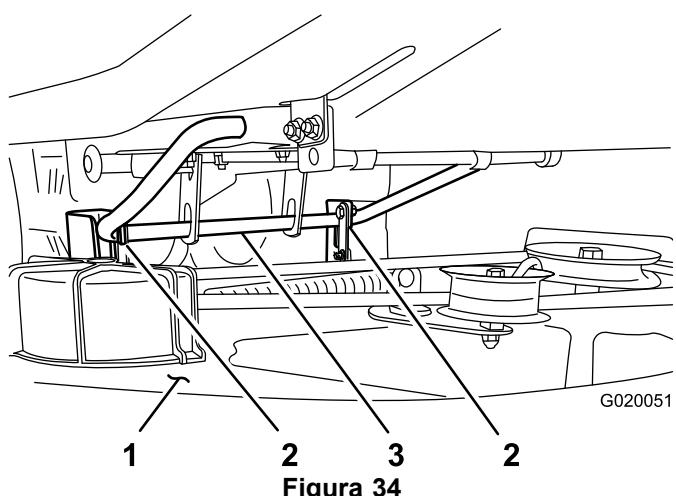
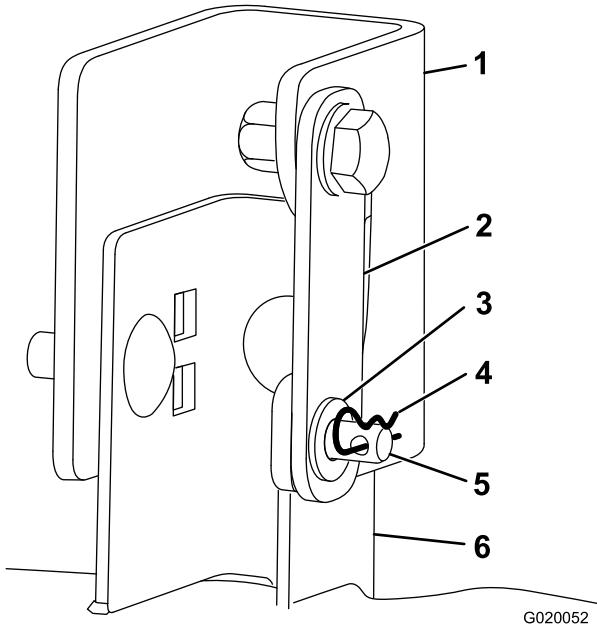

Figura 34
Figura 35
- Retire la chaveta y la arandela del pasador de horquilla que pasa por la pletina de suspensión y el soporte de la carcasa en un lado de la carcasa de corte. Haga lo mismo en el otro lado (Figura 34 y Figura 35).
8. Eleve un poco la parte trasera de la carcasa para aliviar la presión sobre los pasadores de horquilla, y retírelos (Figura 34 y Figura 35).
9. Eleve la carcasa de corte y desenganche las pletinas de suspensión de la varilla de elevación trasera, y baje la parte trasera de la carcasa de corte con cuidado al suelo (Figura 34).
7. Eleve la parte trasera de la carcasa de corte y coloque las pletinas de suspensión sobre la varilla de elevación trasera (Figura 34).
8. Gire cada soporte de la carcasa hasta que el taladro del extremo suelto esté alineado con el taladro de la pletina de suspensión (Figura 35).
9. Instale el pasador de horquilla a través de los soportes en cada lado; luego, instale las arandelas y las chavetas en los pasadores de horquilla (Figura 35).